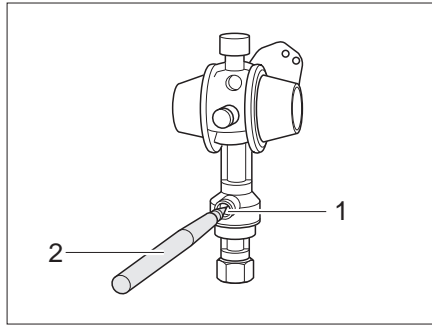

Bild 177 Crash-Sensor
- Mit einem Stift (Bild 177,2) den Entsicherungsknopf (Bild 177,1) mehrere Sekunden eindrücken.